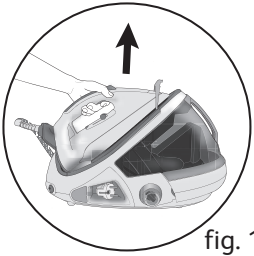

fig. 1
Votre générateur est équipé d'un arceau de maintien du fer sur le boîtier avec verrouillage (selon modèle) pour faciliter le transport et le rangement - **fig.1** :
- Saisissez le fer par la poignée pour transporter votre générateur - **fig.1**.